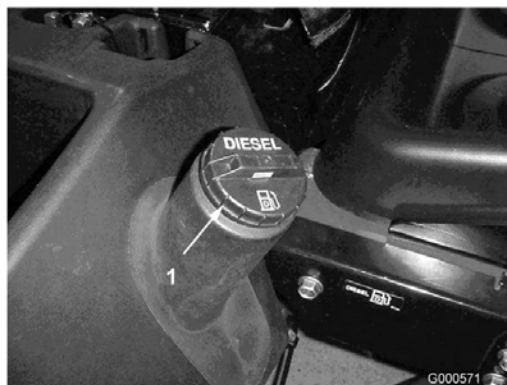

Bild 14
- Schrauben Sie den Tankdeckel ab (Bild 14).